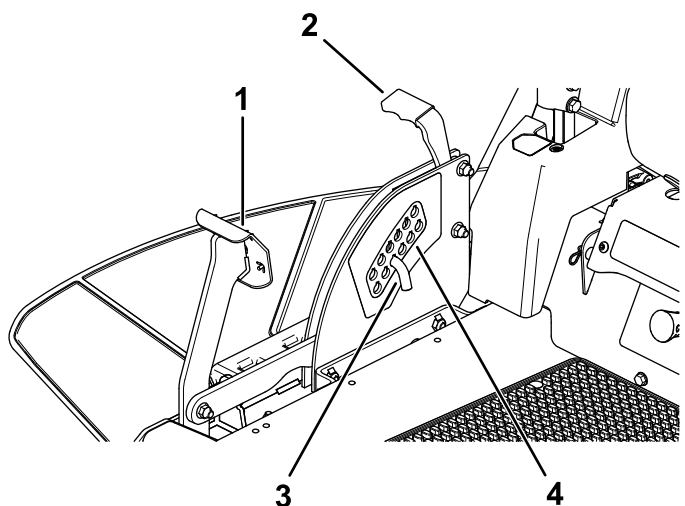

Figura 26
1. Empurre o pedal de elevação da plataforma com o pé e suba a plataforma de corte até à posição de bloqueio de transporte (bem como a posição da altura de corte de 114 mm) como se mostra na Figura 26.
2. Para ajustar, remova o pino do suporte da altura de corte (Figura 26).
3. Selecione um orifício no sistema da altura de corte que corresponda à altura de corte desejada e insira o pino (Figura 26).